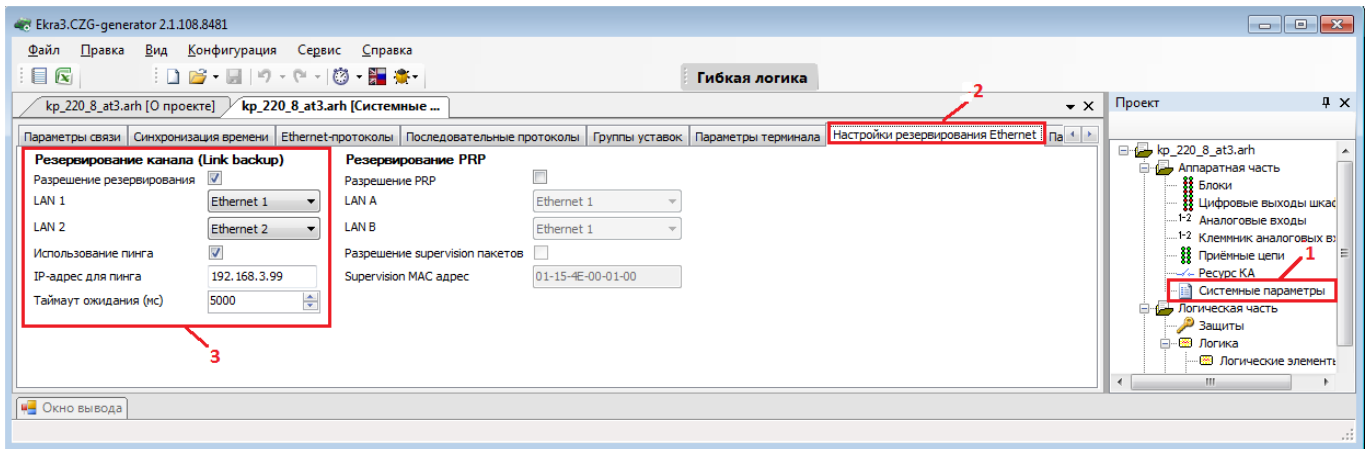

Рисунок 3.67
В дереве проекта перейти к разделу **Системные параметры** (см. рисунок 3.67, обозначение 1). Открыть вкладку **Настройки резервирования Ethernet** (см. рисунок 3.67, обозначение 2).
- а) установить флажок перед полем «Разрешение резервирования» (см. рисунок 3.67, обозначение 3). В этом режиме оба интерфейса имеют одинаковые IP-адрес и MAC-адрес;
- б) выбрать «LAN 1» (основной интерфейс) и «LAN 2» (резервный интерфейс) (см. рисунок 3.67, обозначение 3);